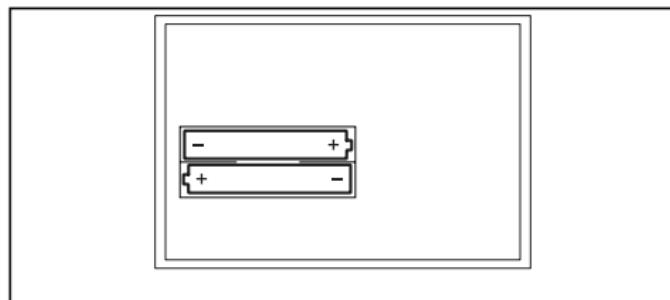

Fig. 4.2 Schimbarea bateriilor
- Schimbați bateriile (2x AAA-LR03; Fig. 4.2). Respectați polaritatea corectă a bateriilor.